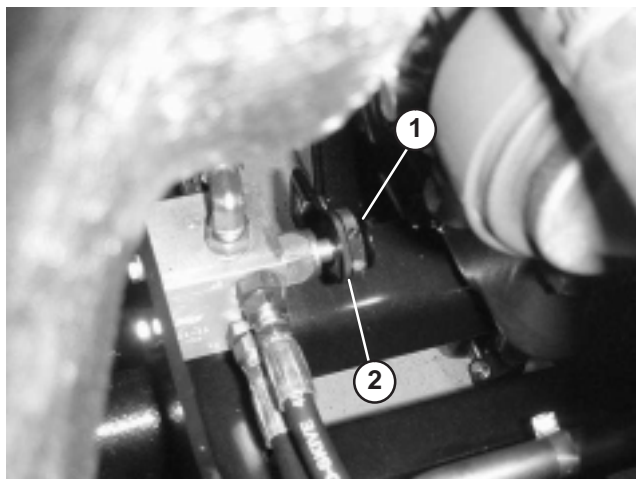

Figure 9
1. Localisez la valve devant l'essieu arrière des plateaux de coupe (Fig. 9).
2. Desserrez la bague de blocage qui fixe le bouton (Fig. 9).